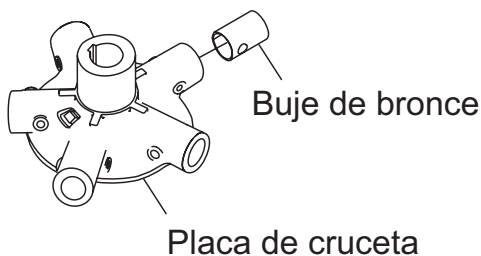

Figura 47. Bujes de bronce
4. Si se sale el inserto del brazo de la alisadora (buje de bronce) con el brazo de la alisadora, saque el buje del brazo de la alisadora y apártelo poniéndolo en un lugar seguro. Si el buje queda retenido dentro de la placa de la cruceta, quite con cuidado el buje. Vea la Figura 47.
5. Examine el buje de bronce del brazo de la alisadora (Figura 47), y límpielo si es necesario. Reemplace el buje si está desgastado o deformado.